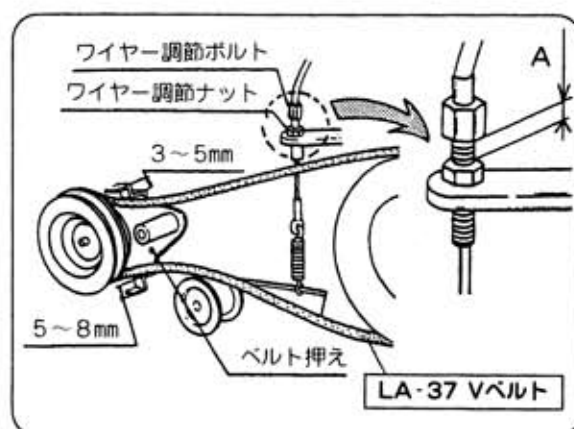

図30
- ① ワイヤ調節ナットを緩めてください。(図30)
- ② ワイヤ調節ボルトを上にしてA寸法を長くしてください。(図30)